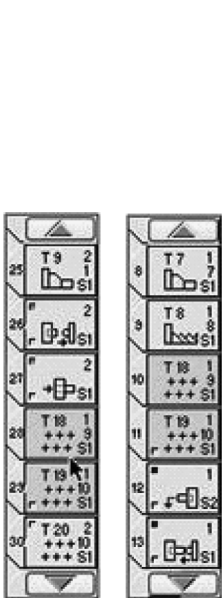

图 6-116 移动操作
- 5) 拖拽#18 和#19 刀具的程序到#9 和#10 操作之间，如图 6-116 所示。这会把操作放在公共程序开始之前。